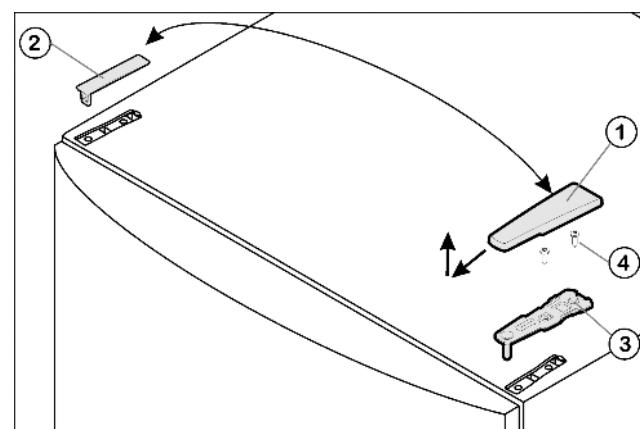

Fig. 4
- Потяните крышку Fig. 4 (1) вперед и вверх.
- Снимите крышку Fig. 4 (2).
- ▶ Открутите верхний опорный кронштейн Fig. 4 (3)(2 шт. Torx® 25) Fig. 4 (4) и вытяните вверх.
- Установите верхний опорный кронштейн Fig. 4 (3) на новой стороне шарнира и защелкните в дверце.
- Привинтите верхний опорный кронштейн **(с моментом 4 Нм)(2 шт. Torx® 25)** Fig. 4 (4). При необходимости проделайте отверстия или используйте аккумуляторную отвертку.
- Наденьте и защелкните крышку Fig. 4 (1) и крышку Fig. 4 (2) на противоположной стороне снаружи.